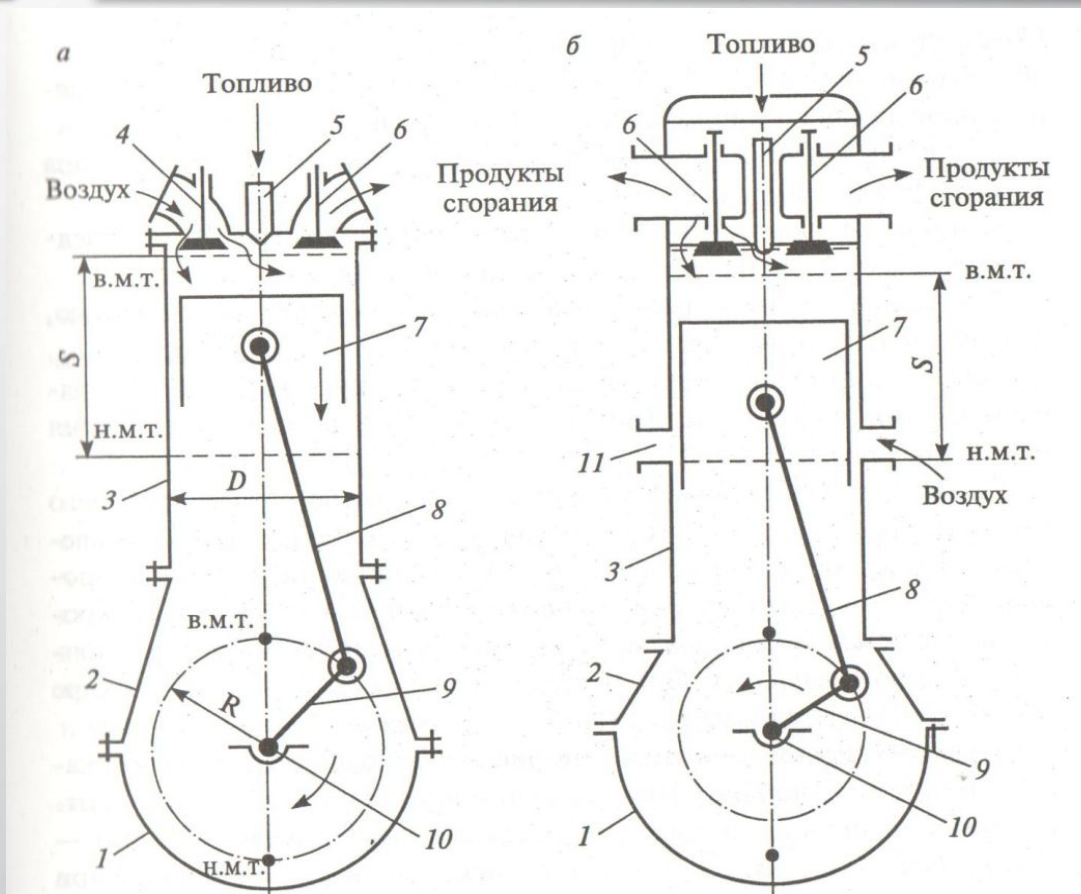

Рис. 2.1. Схемы устройства двигателей внутреннего сгорания:
- **Общее устройство и принцип действия дизеля** рассмотрим на примере одного цилиндра простейшего четырехтактного бескомпрессорного дизеля. Двигатель (рис. 2.1, *a*) состоит из неподвижного цилиндра 3, составляющего вместе с рамой 2 и поддоном 1 единую конструкцию, называемую остовом двигателя. Сверху внутреннее пространство цилиндра ограничено крышкой, в днище которой размещены впускной 4 и выпускной 6 клапаны и форсунка 5 для подачи топлива в цилиндр.